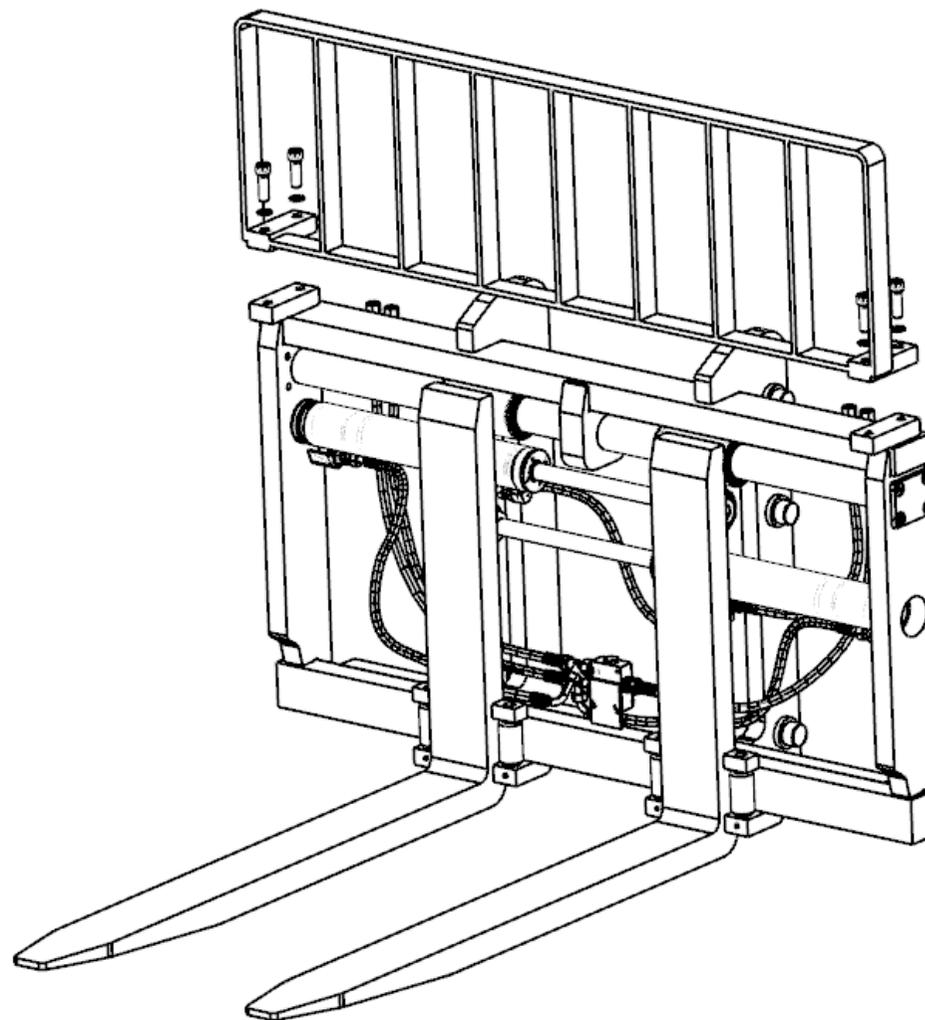

Fig. 007
2.4 Montaggio griglia di protezione (Fig.007)